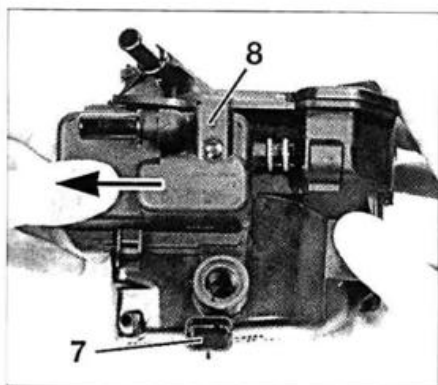

FIG. 36
- Sacar el conector (7) del calefactor (8) (fig. 36).
- Desmontar el calefactor (8) del filtro de gasoil.